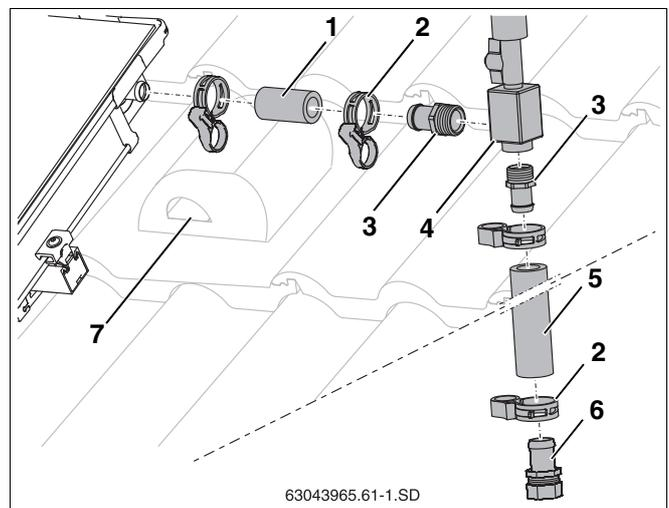

Рис. 55 Подключение воздушного клапана на крыше
- ▶ Наденьте короткий шланг (55 мм, рис. 55, **поз. 1**) на штуцер подключения подающей линии коллектора и зажмите пружинным хомутом.
- ▶ Заверните наконечники R $\frac{3}{4}$  с кольцом (рис. 55, **поз. 3**) в воздухохоборник (рис. 55, **поз. 4**).
- ▶ До упора вставьте наконечники (рис. 55, **поз. 3**) в шланги (рис. 55, **поз. 1** и **5**) и зажмите пружинными хомутами (рис. 55, **поз. 2**).
- ▶ Вставьте наконечник с зажимным кольцом (рис. 55, **поз. 6**) в шланг солнечного коллектора до упора и зажмите пружинным хомутом.
- ▶ Проведите шланг солнечного коллектора вместе с проводом датчика через черепицу с вентиляционным отверстием (рис. 55, **поз. 7**) и изоляцию кровли.
- ▶ Подсоедините сборную линию к наконечнику шланга с зажимным кольцом (18 мм) (рис. 55, **поз. 6**).